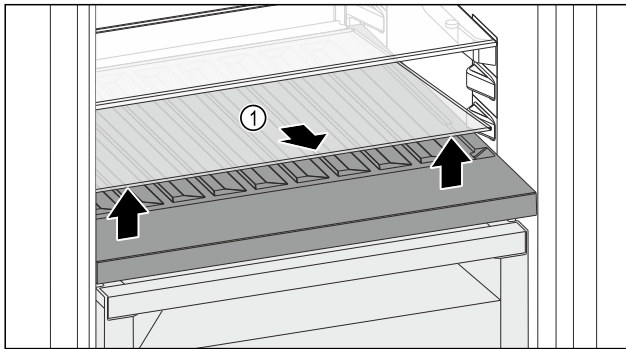

Fig. 132
- ▶ 抬起前部槽上的玻璃隔板 Fig. 132 (1) 并取出。
- ▶ 将玻璃隔板 Fig. 132 (1) 稳妥地放在冰箱外。